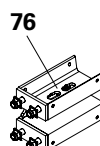

Fig. D1.04
Il corrente d'angolo VARIO (76) è un collegamento a vite per la successiva costruzione di un corrente in acciaio VSRZ (77) o di una controventatura basculante. (Fig. D1.04 + D1.05)